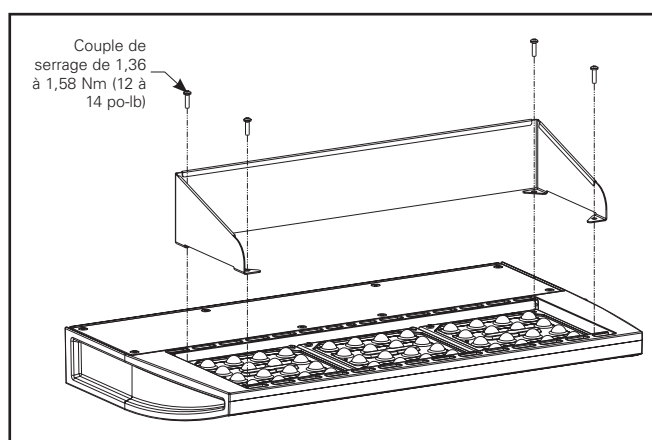

Figure 13.
1. Desserrez et retirez les quatre (4) vis n° 8-32 de coin sur la face du luminaire (figure 13) et conservez-les.
2. Orientez la visière dans la direction souhaitée, selon l'application. Alignez la visière sur le dessus de la lentille optique avec les quatre (4) trous existants.
3. Utilisez les quatre (4) vis n° 8-32 existantes pour fixer la visière.